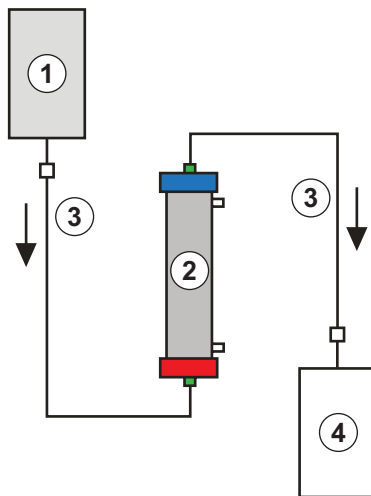

Fig. 10-11 Predisposizione per il lavaggio dell'ultrafiltro
Materiali: Vedere riferimenti a Fig. 10-11
2. Collegare la seconda linea di raccordo e la sacca di raccolta come mostrato in Fig. 10-11 all'apertura del filtro lato plasma di colore blu.